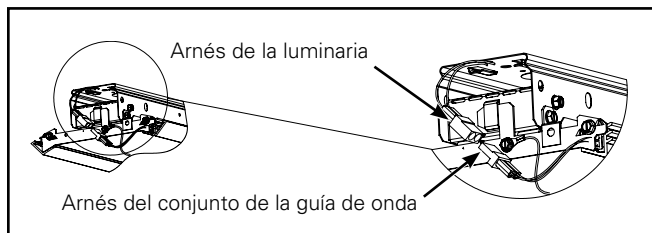

Figura 26.
8. Conecte el arnés de cables del LED en cada extremo del conjunto de la guía de onda. (Figura 26.)